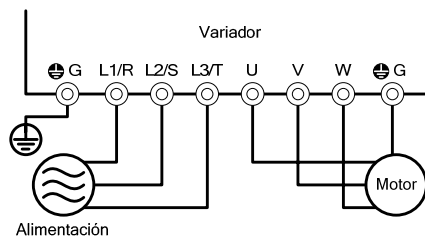

Figura 4.1 Conexión de los terminales del circuito principal
- (1) Compruebe que el cableado es correcto.
Compruebe especialmente los terminales de entrada del variador L1/R, L2/S y L3/T y los terminales de salida U, V y W. Compruebe también que los cables de tierra estén conectados correctamente a los terminales de tierra (G). Consulte la Figura 4.1.
- (2) Compruebe los terminales de los circuitos de control y del circuito principal para que no haya cortocircuitos o fallos de tierra.
- (3) Compruebe que no haya terminales, conectores o tornillos sueltos.
- (4) Compruebe que el motor está separado de equipos mecánicos.
- (5) Asegúrese de que todos los interruptores de los dispositivos conectados al variador estén apagados. Encender el variador con cualquiera de esos interruptores activados puede provocar un funcionamiento del motor no deseado.
- (6) Compruebe que se hayan seguido las medidas de seguridad para puestas en marcha imprevistas del equipo. Por ejemplo, que se haya instalado una protección para evitar que las personas accedan al equipo.